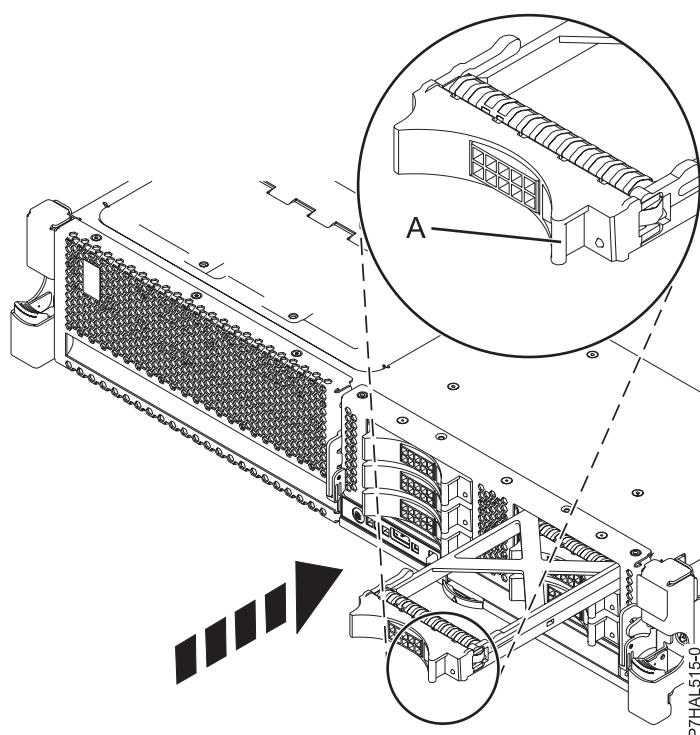

Figura 27. Instal·lació d'un panell de reblliment d'unitat de disc
2. Moveu el panell de reblliment d'unitat de disc fins al fons de la unitat del sistema o de la unitat d'expansió i empenyeu la nansa del reblliment d'unitat de disc (A) cap a dins fins que quedi encaixada, com es mostra a la Figura 27.